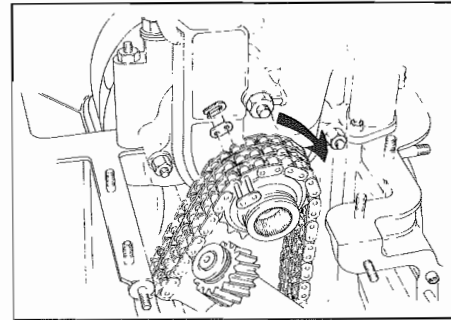

Fig. 81 - Montaggio molletta di fermo
- La molletta di fermo ha un verso di montaggio (**Fig. 81**).
- Retaining spring has an assembly side (**Fig. 81**).